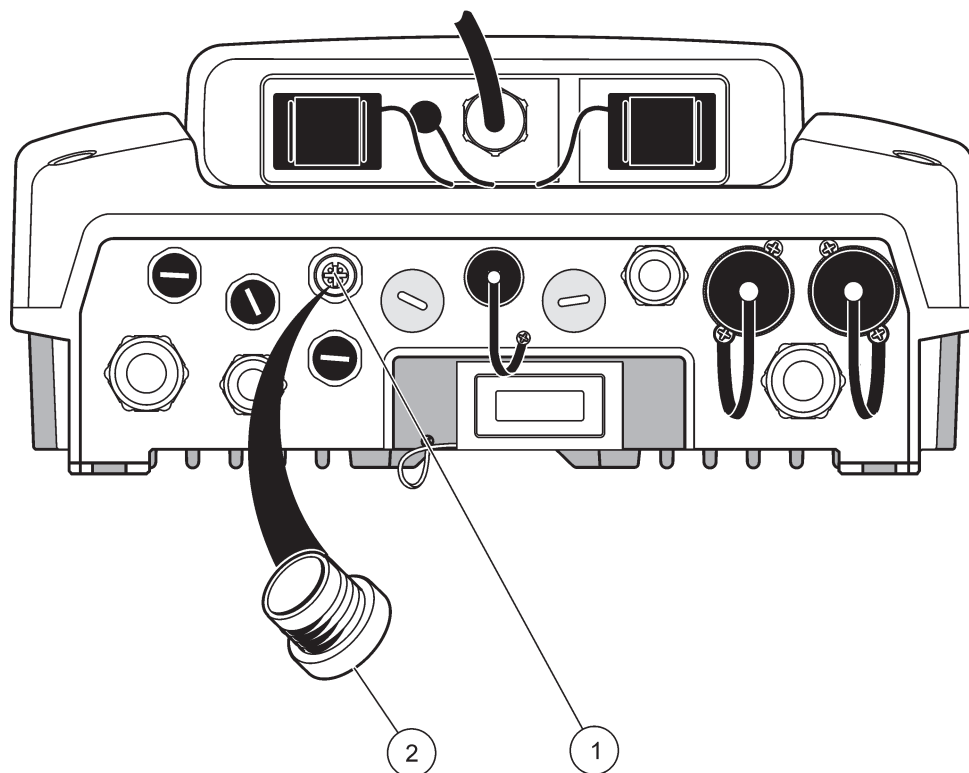

Figura 33 Remoção da cobertura de protecção
1. Desenrosque a tampa de protecção da tomada do controlador (Figura 33). Não retire a cobertura de protecção. Quando remover a sonda, volte a colocar a tampa de protecção.